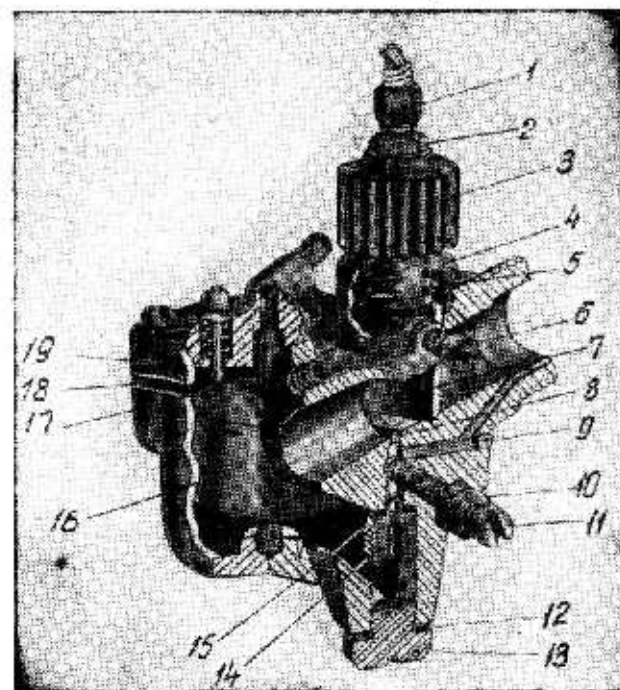

Рис. 10. Карбюратор КЗ4Б:
Втулка 1 имеет продольный паз 10, а втулка 2 — винтовой паз 9, между которыми находится ползунок 3, соединенный с гибким тросом и через него с дросселем карбюратора (рис. 10).
Карбюратор (рис. 10) состоит из корпуса 4, крышки поплавковой камеры 19, поплавка 16 с иглой 20, дросселя 7 и жиклера 14. Топливо из топливного бачка через фильтр топливного краника по топливопроводу поступает самотеком к ниппелю крышки 19 и заполняет поплавковую камеру. Постоянный уровень топлива в поплавковой камере поддерживается поплавком с иглой. Конус иглы, упираясь в седло крышки поплавковой камеры, образует игольчатый клапан.
3. Нажать 1—2 раза на кнопку утопителя 21 (рис. 10) до полного заполнения поплавковой камеры (топливо должно показаться из-под колпачка утопителя).
Если двигатель глохнет, завернуть винт 6 (рис. 10). При повышенных оборотах холостого хода вывернуть винт 6 на 1—2 оборота.